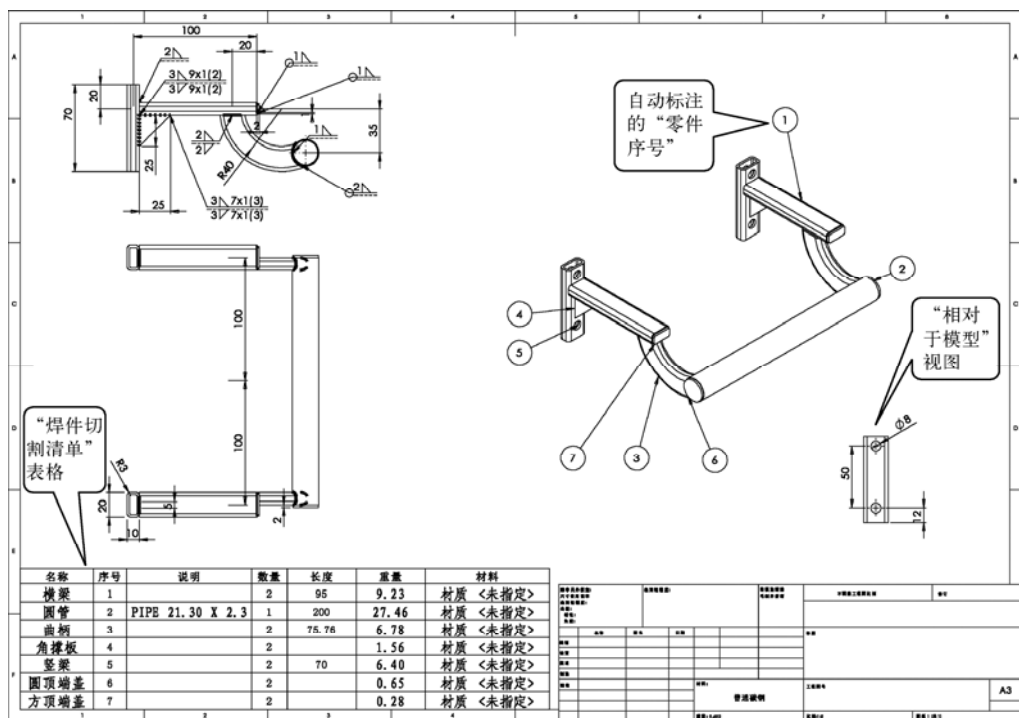
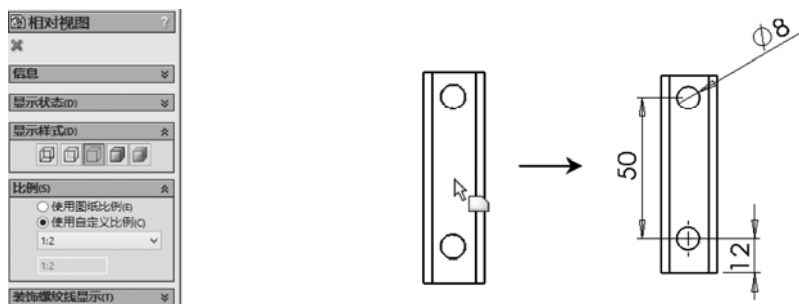

图 4-68 要创建的工程图
图 4-84 插入“相对于模型”视图操作 2
方面的特性等；而将其用于工程图中，则可以自动生成“切割清单”表格，此表格可对模型文件进行详尽的说明，非常方便，如图 4-68 所示。所以，这里将模型视图中的切割清单与焊件工程图放到一起讲解，以便于读者领会和学习。
STEP 16 切换回工程图创建窗口，并在工程图的适当位置单击即可创建所选实体的单独工程图，然后单击“智能尺寸”按钮为此工程图上的圆孔标注直径，及两个圆孔间的间距和距离上边界的距离即可，如图 4-84 所示（最终效果见图 4-68）。